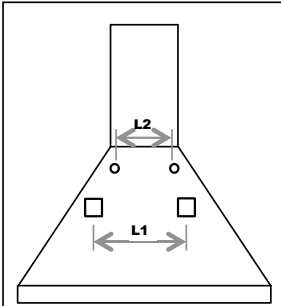

Fig. 5
- MERK: Festesystemene a) og b) plasseres på baksiden av ventilatorhetten i hullene L1 (Fig. 5).